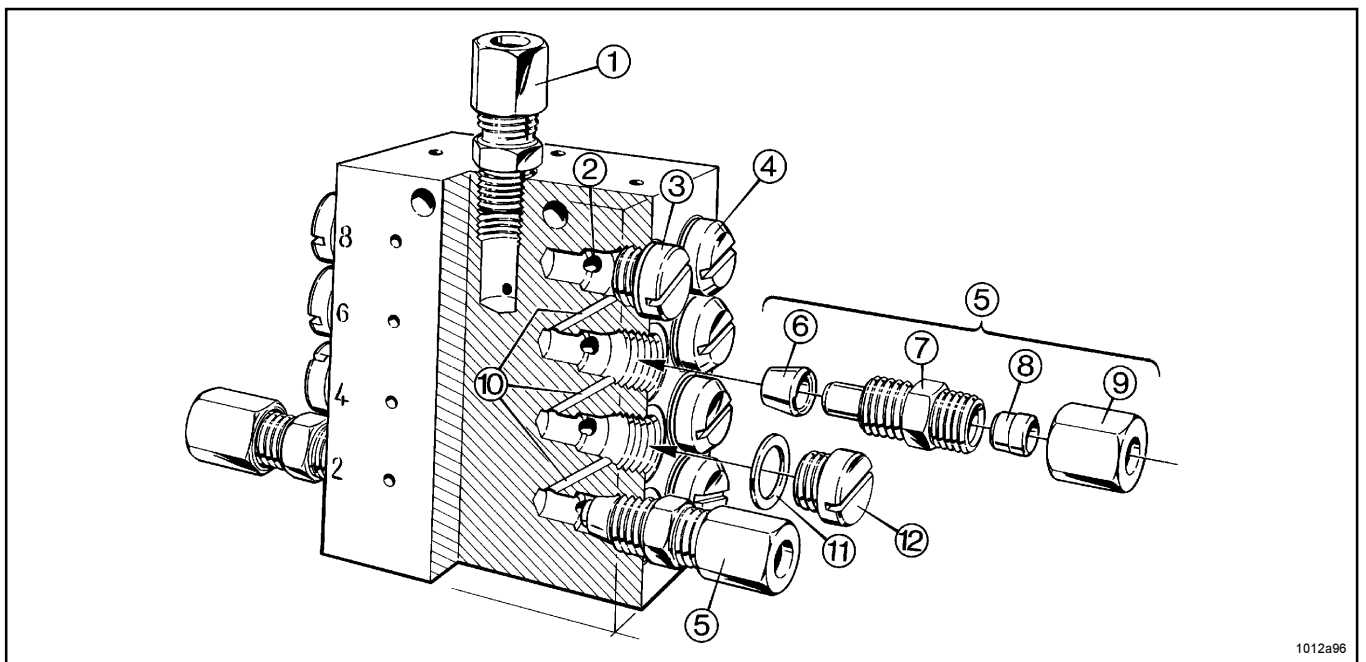

Fig. 18 - Installer les raccords de sortie et les vis de fermeture selon le dosage
Important: Toujours visser le corps de soupape (fig. 18) avec une bague de ferrage 6.
- La bague de serrage rep. 6 (fig. 18) ferme les canaux de liaison rep 10 qui ne peuvent plus communiquer avec les autres canaux de liaison.